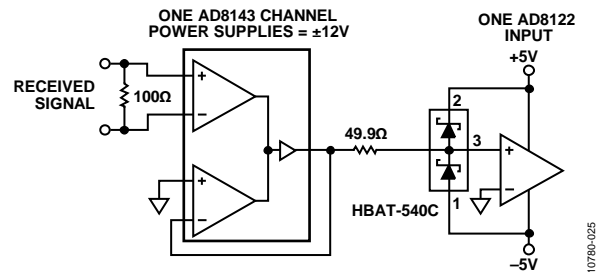

图31. AD8143放在AD8122之前以提供宽输入共模范围
AD8122的输入电压范围为 $\pm 4$  V(典型值)，这对于许多此类应用是足够的。如果需要更宽的输入范围，可以在AD8122之前放置一个三通道接收器AD8143(采用 $\pm 12$  V电源时，其输入共模范围为 $\pm 10.5$  V)。图31显示了一个通道的这种配置。
- 将AD8143放在AD8122之前，如图31所示。